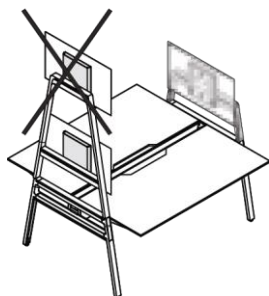

Figure 28 Support pour moniteur, montage inadmissible
- deux supports pour moniteur sur une arche (voir Figure 28)).